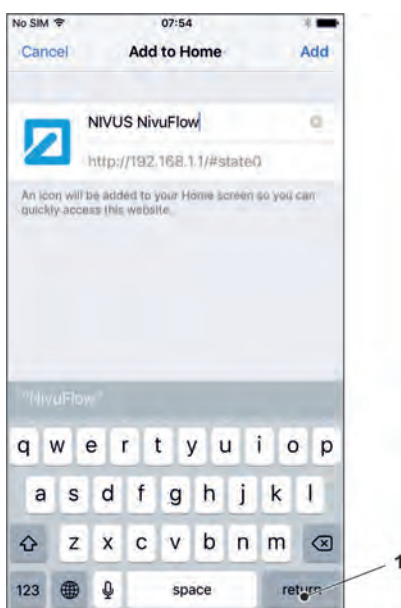

Fig. 29-19 Confirmez Ajouter
10. Confirmez par « Return » (Fig. 29-19 n° 1).